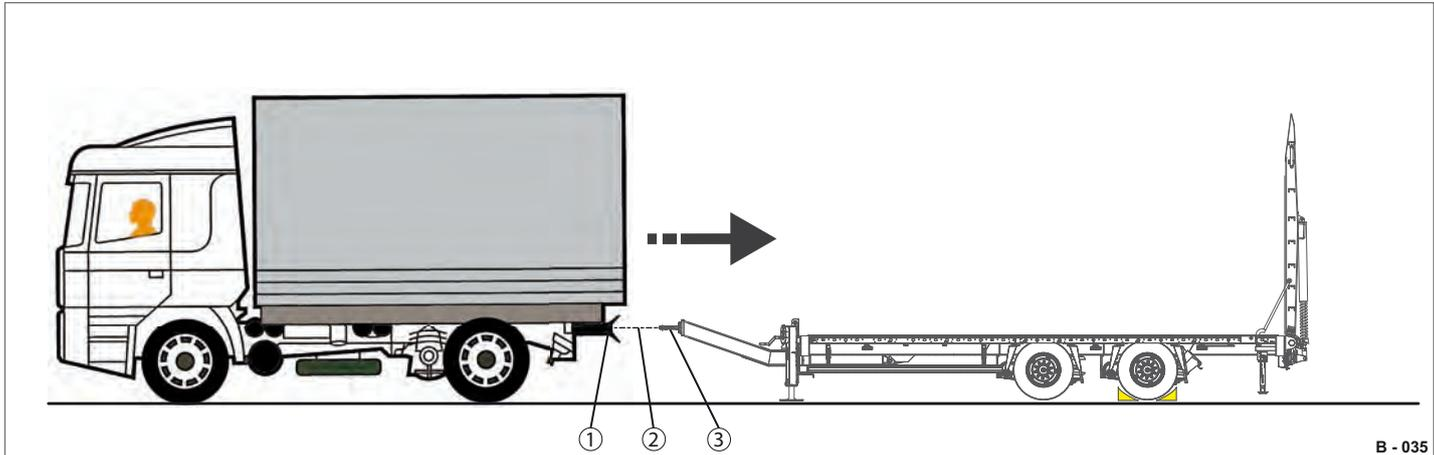

Abb. 43 Kuppeln
- ▶ Kurbel drehen (Abb. 40/1) rechts bzw. linksrum und die Höhe des Zugrohrs (Abb. 40/3) der Bolzen-Kupplung (Abb. 43/2) an der Zugmaschine anpassen.
- ▶ Bolzen-Kupplung (Abb. 43/1) öffnen.
- ▶ Zugmaschine zurücksetzen, so dass die Zugöse (Abb. 43/3) in der Bolzen-Kupplung einrastet.